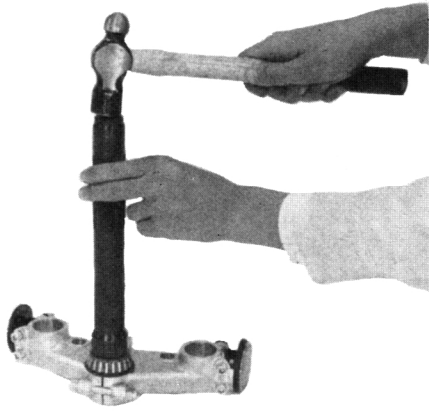

Bild 163
- Eine Staubdichtung auf die Lenksäule montieren und mit Hilfe des Spezialwerkzeugs (Treibdorn 07946-3710600) den inneren Laufring des unteren Lagers auf die Lenksäule treiben (Bild 163). Zu beachten ist, dass Lager und Lagerlaufring als Einheit ausgewechselt werden müssen.